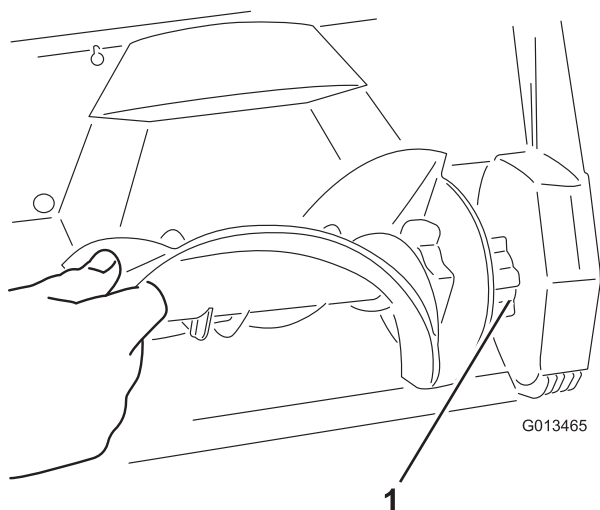

Figure 12
4. Montez la fraise neuve en insérant son extrémité sur l'extrémité ajustée du carter, et tournez la fraise jusqu'à ce qu'elle s'enclenche en position (Figure 12).